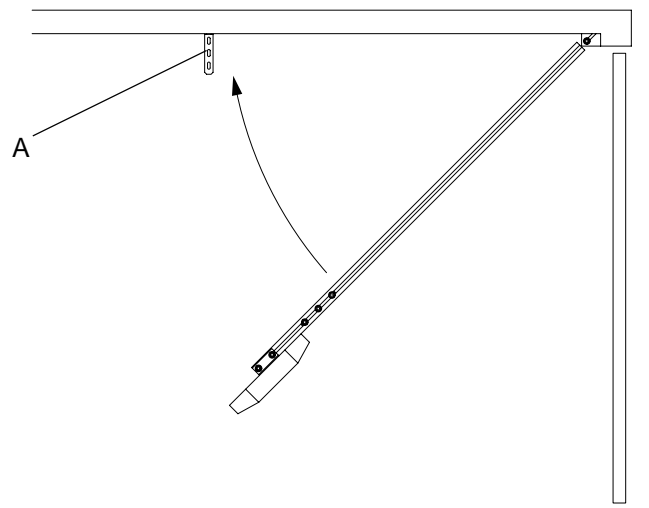

Fig.7
- 4.2 Fissare le staffe di sospensione A al soffitto ed appendere infine l'apriporta secondo fig. 7.
- 4.2 Fix the suspension flasks A to the ceiling and hang the door opener as per fig. 7.
- 4.2 Die Aufhängebügel A an der Decke befestigen und den Türöffner gemäß Bild 7 anhängen.
**4.2** *Fixer les pattes de suspension A au plafond et suspendre enfin l'ouvre porte selon la fig. 7.*
**4.2** Fijar la pletina de suspensión A al techo y colgar finalmente el abrepuerta según la fig. 7.